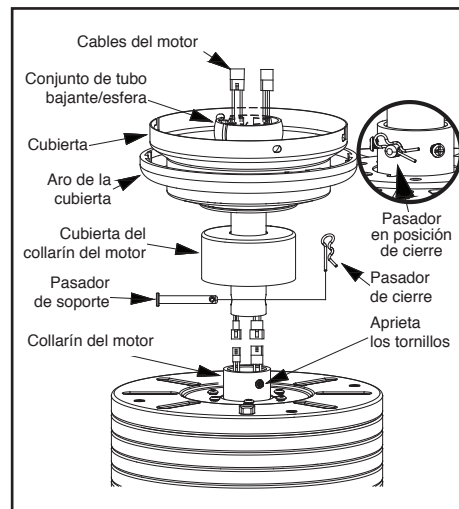

Figura 7
4. Coloca el tubo bajante sobre la cubierta y el aro de la cubierta, desliza la cubierta del collarín del motor sobre el tubo bajante. Conecta los cables de extensión a los cables del motor. Asegúrate de que los conectores rápidos estén bien sujetos. Inserta los cables a través del conjunto del tubo bajante/esfera. (Figura 7)
6. Alinea los orificios en la parte inferior del tubo bajante con aquellos del collarín en la parte superior de la carcasa de motor. (Figura 7) Inserta con cuidado el pasador de soporte a través de los orificios del collarín y del tubo bajante. Ten cuidado de no apretar contra el cableado dentro del tubo bajante. Inserta el pasador de cierre en el orificio cercano al extremo del perno hasta que encaje en su posición, como se muestra en el círculo de la Figura 7.